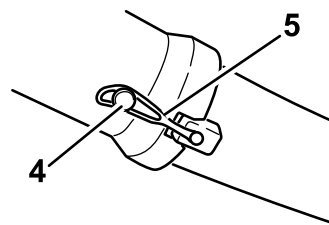

Bild 17
- Schieben Sie das gekrümmte Ende des Auswurfrohrs in die Öffnung in der Abdeckung des Heckfangsystems (Bild 17).
- Schieben Sie das breite Ende des Auswurfrohrs über das Ende des Auswurfkanals. Schieben Sie die Gummihalterung auf den Auswurfkanal, bis sie über dem Stift am Auswurfrohr einrastet, und der Auswurfkanal befestigt ist (Bild 17).